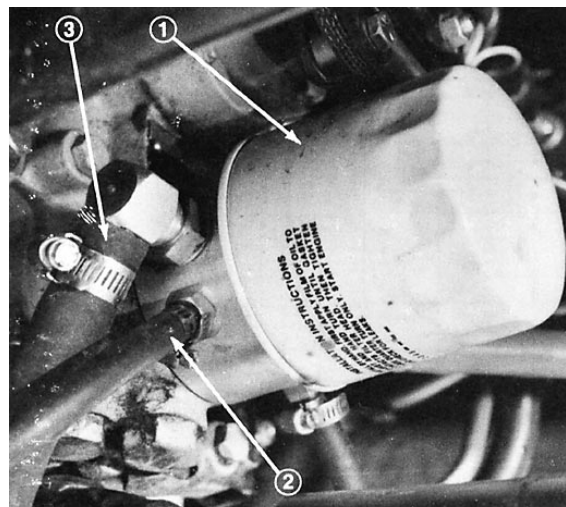

Fig. 29
3. Pulire la superficie circostante il filtro dell'olio idraulico, e togliere il filtro (Fig. 29).